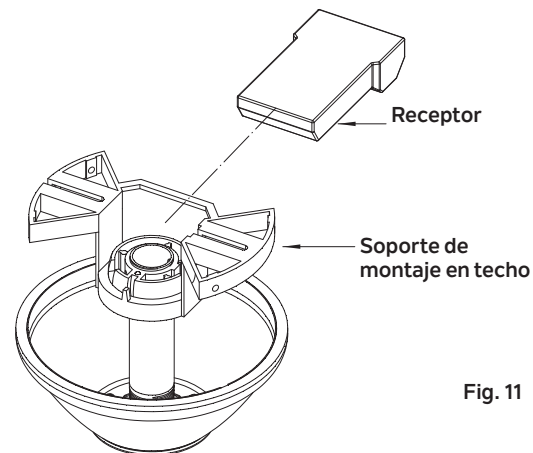

Fig. 11
**Paso 1.** Inserta el receptor dentro del soporte de montaje de techo con el lado plano del receptor hacia el techo. (Fig. 11) Para un mejor funcionamiento, asegúrate de que el cable de antena negro en el extremo del receptor permanezca extendido y no enredado con los cables de electricidad.